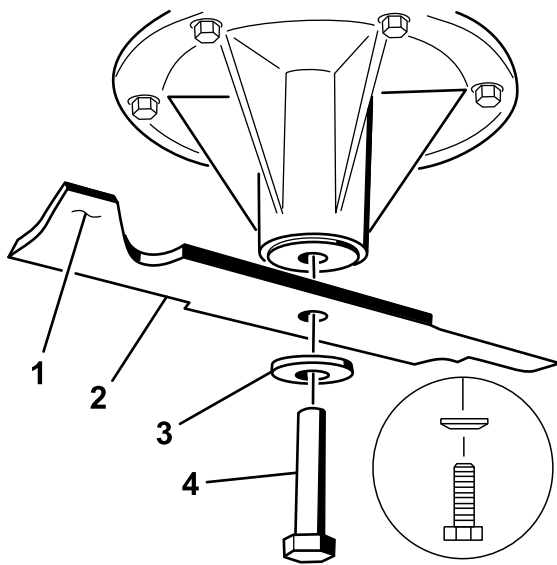

Figura 103
- Instale la cuchilla en el eje (Figura 103).
- Instale la arandela de muelle y el perno de la cuchilla (Figura 103).